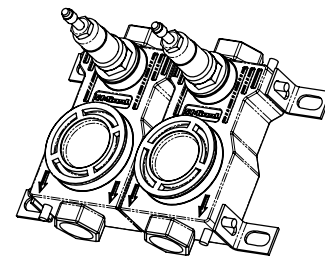

Abb. 3 Befestigungsmöglichkeiten
- 2.3. Die Winkelhalterungen ermöglichen unterschiedliche Befestigungen (Abb. 3).